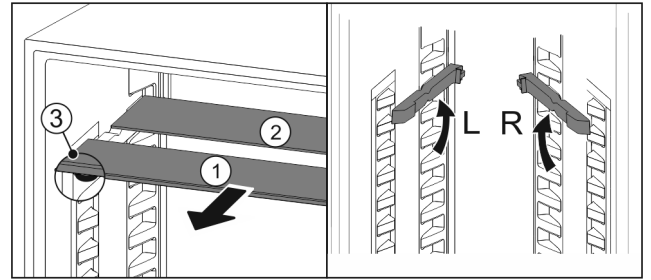

Fig. 60
- ▶ Húzza ki Fig. 60 (1) előre az üveglapokat egyesével.
- ▷ Az üveglap Fig. 60 (1) a dísléccsel előre néz.
- ▷ Az ütközők Fig. 60 (3) lefelé mutatnak.